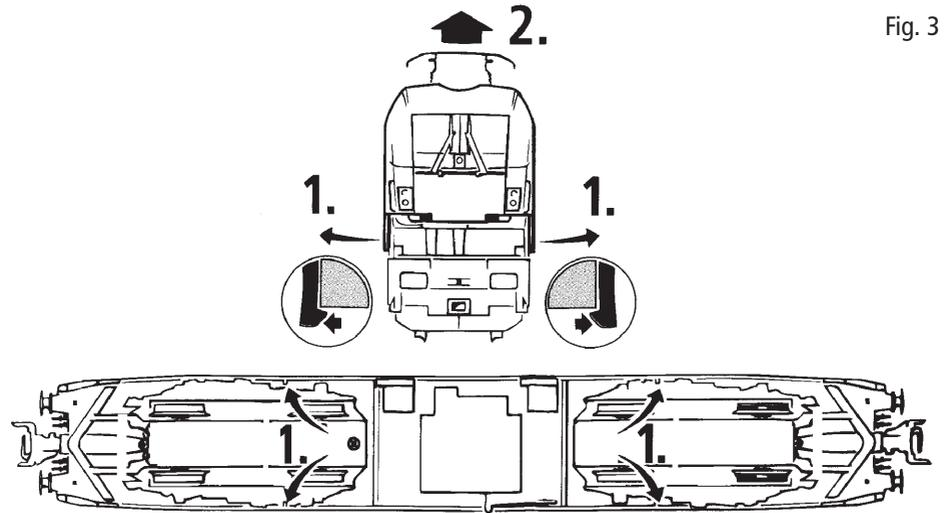

Fig.4
1. Reinigung der Radstromkontakte: Radstromkontakte können auf unsauberen Schienen leicht verschmutzen. Entfernen Sie **vorsichtig** mit einem kleinen Pinsel **den Schmutz** an den in Fig. 4 gekennzeichneten Stellen. Dazu zuerst den Getriebedeckel abnehmen (Fig. 8).
1. Nettoyage des lames de courant aux roues: Les lames de contacts risquent de s'encrasser rapidement sur des voies poussiéreuses. Veuillez **enlever la poussière** aux endroits marqués à la fig. 4 à l'aide d'un petit pinceau souple. A ces fins démontez d'abord le bogie (fig. 8).
2. Graissage: N'appliquez **qu'une toute petite goutte** aux endroits indiqués par le plan de graissage (fig. 6) après avoir démonté la caisse de la locomotive (fig. 4). Nous vous recommandons **le graisseur à huile Roco réf. 10906**. Pour graisser les engrenages (roues dentées, vis sans fin) nous vous conseillons la **graisse spéciale Roco réf. 10905** pour engrenages en matières synthétiques. Lorsque vous utilisez cette graisse il faut éviter d'huiler ces composants.
1. Cleaning of wheel contacts: Wheel contacts easily get dirty on tracks which are not entirely clean. Use a small brush to **remove dirt** from spots marked in fig. 4. Prior to cleaning the contacts dismantle the bogie (fig. 8).
Fig.4 a